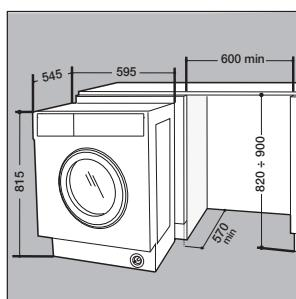

Fig. 6
- Împingeți aparatul în deschidere, aliniindu-l cu celelalte piese de mobilier (fig. 6).